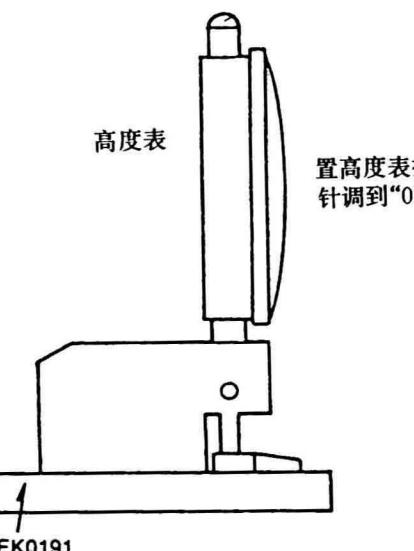

图47
④置带盘高度表于调整杆处, 然后把表指针调到“0”, 如图47所示;